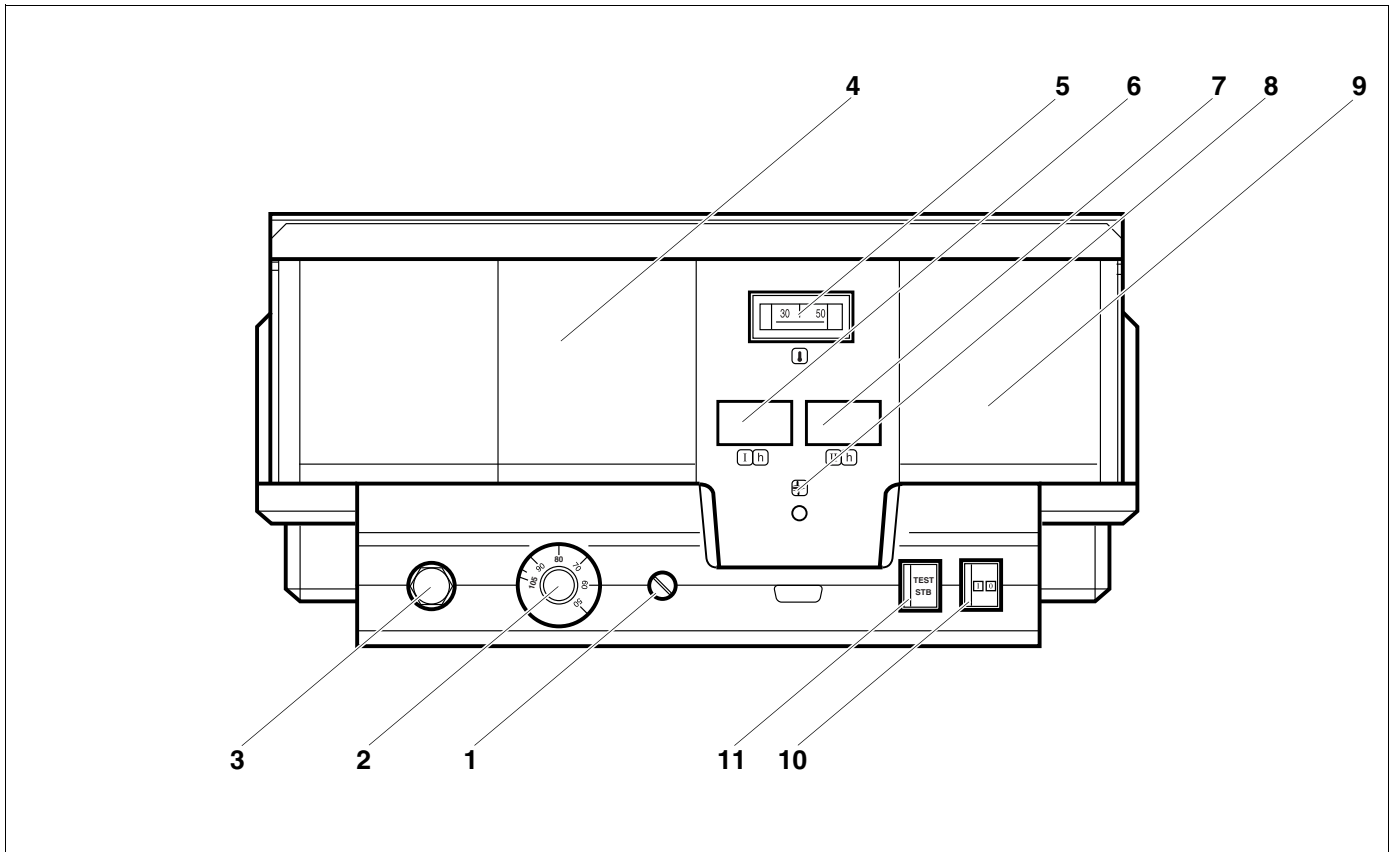
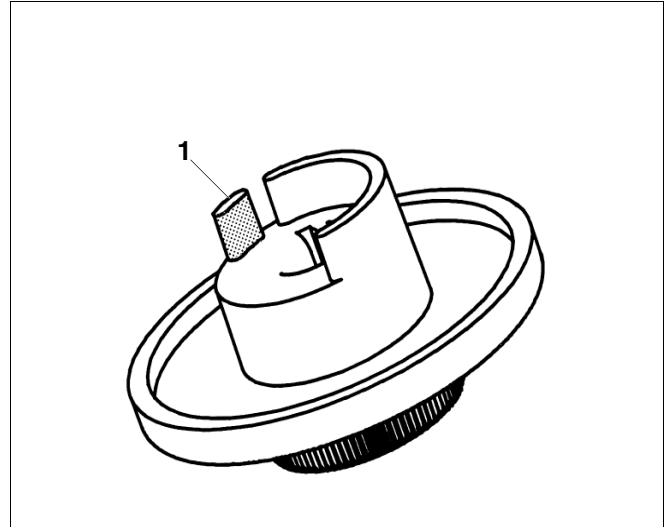

fig. 1 Elementos de comando do aparelho de regulação Logamatic 4212
fig. 5 Botão de ajuste
Legenda para fig. 1
Se a caldeira estiver equipada com um módulo de funcionamento da caldeira ZM427 ou com uma regulação externa, o regulador da temperatura da água da caldeira (fig. 1, [2]) deve ser ajustada para, pelo menos, 80 °C.
O regulador da temperatura da água da caldeira (fig. 1, [2]) é um regulador da temperatura de duas vias, para o funcionamento em 2 níveis.
Se a indicação das avarias no queimador acender, (fig. 1, [8]), informe a sua empresa especializada em equipamento térmico para a eliminação da avaria.
A tecla STB (fig. 1, [11]) destina-se à verificação do limitador da temperatura de segurança (fig. 1, [3]) através da empresa especializada em equipamento térmico.
- Premir a tecla STB (fig. 1, [11]) e mantê-la premida até o STB (fig. 1, [3]) disparar.
- Para desbloquear o limitador da temperatura de segurança (fig. 1, [3]), a porca de tampa deve ser desenroscada no STB e o botão de eliminação de avarias, que se encontra sob este, deve ser premido.
2.4 Instruções de ajuste do regulador da temperatura (TR) da água da caldeira
- Retirar o botão de ajuste fig. 5 do regulador da temperatura da água da caldeira (fig. 1, [2]).
- Desactivar o came de retenção (fig. 5, [1]).
- Voltar a inserir o botão de ajuste do regulador da temperatura da água da caldeira (fig. 1, [2]).